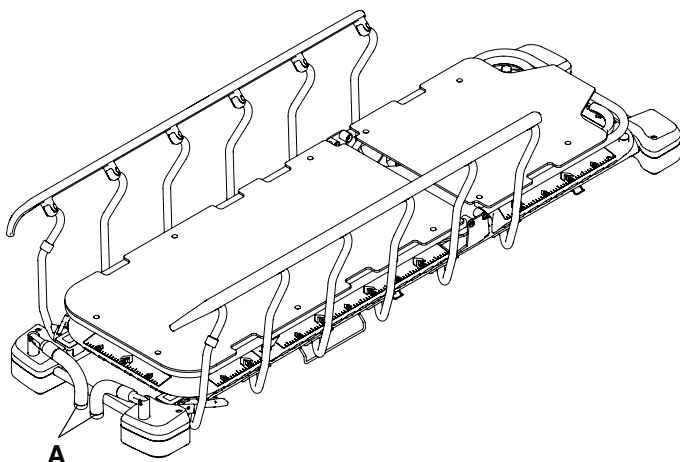

Figura 10 – Plierea manetelor de împingere de la capătul pentru picioare
4. Inversați pașii pentru a plia manetele de împingere de la capătul pentru picioare (A) (Figura 10).